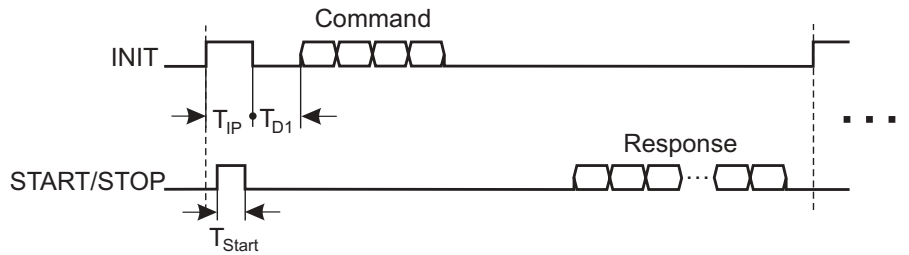

Bild 7-1: Prinzip der Datenübertragung beim IP-Datenprotokoll
Wird die Länge des INIT-Impulses T_{IP} auf ca. 15 μs vergrößert, schaltet der Wegaufnehmer vom DPI-Messbetrieb auf den Betrieb mit dem IP-Datenprotokoll um (➔ Bild 7-1).
- T_{IP} ca. 15 μs Betrieb mit IP-Datenprotokoll (➔ Bild 7-1)